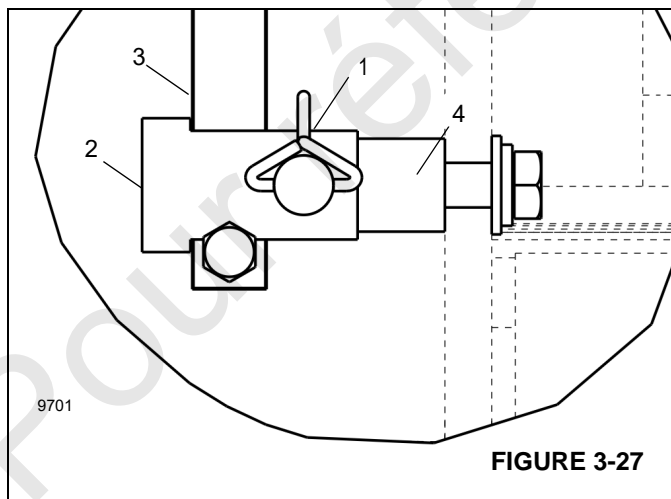

FIGURE 3-27
2. Retirer l'attache de goupille de sécurité (1, Figure 3-27). Retirer la goupille.
3. Retirer la douille (2) du montant (3) de l'anémomètre et de la tige de fixation (4).
4. Retirer le montant (3) de l'anémomètre de la tige de fixation (4).
5. Remettre la douille (2) et la goupille de sécurité (1) en place sur la tige de fixation (4).
2. Installer le montant (3, Figure 3-27) de l'anémomètre sur la tige de fixation (4).
3. Installer la douille (2) sur le montant (3) et la tige de fixation (4). Aligner la douille et les trous de la tige de fixation de façon à pouvoir installer la goupille de sécurité.
4. Installer l'attache de sécurité (1) dans la douille (2) et les trous de la tige de fixation (4). Assujettir la goupille (1) avec l'attache de sécurité.